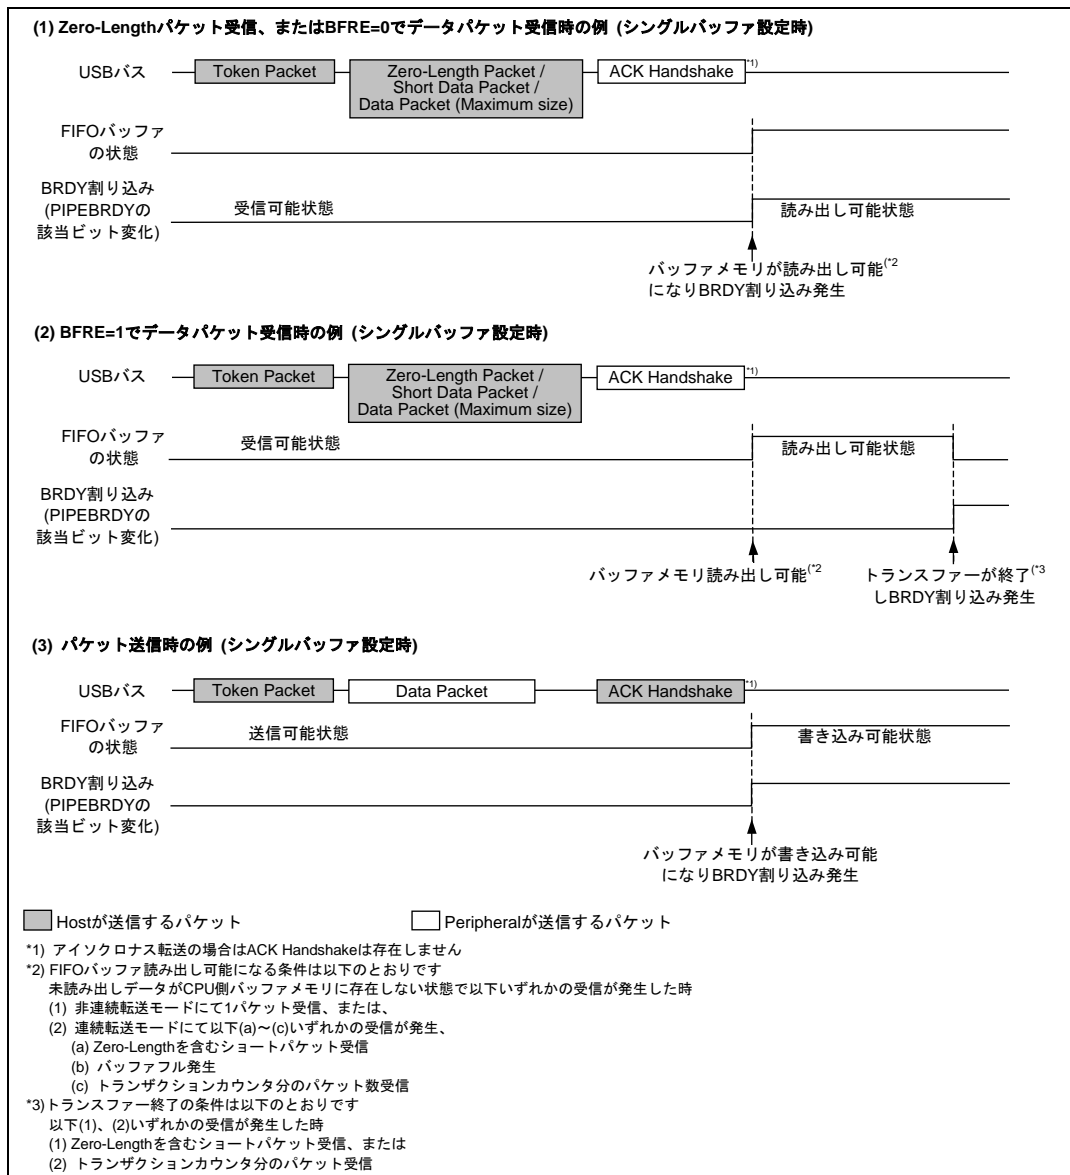

図 3.7 BRDY割り込み発生タイミング図
**BRDY**割り込みの発生条件は2.11.9のとおりです。図 3.7に**BRDY**割り込み発生タイミング図を示します。